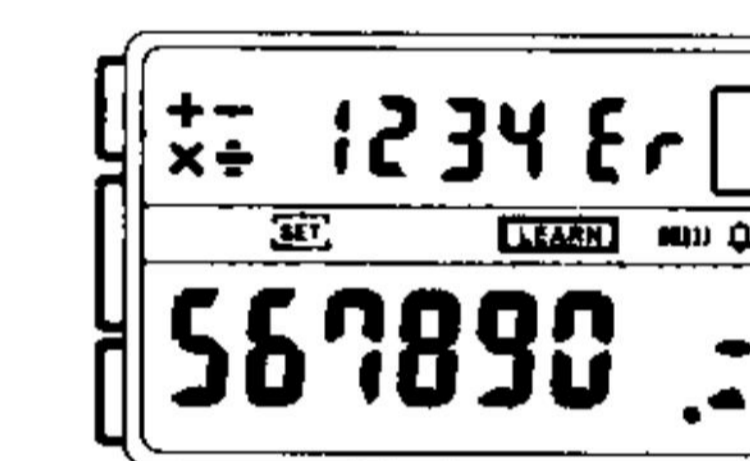

Figura 2
- El mensaje "Er" (error) que aparece en el visualizador del reloj (Figura 2) indica que los datos no fueron recibidos correctamente o que los datos infrarrojos no fueron debidamente almacenados en la memoria del reloj. Repita el procedimiento desde el paso 3.